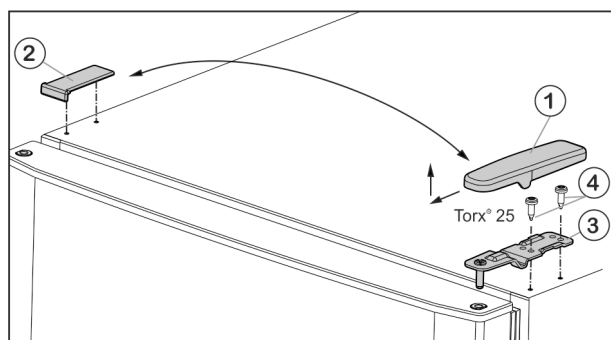

Fig. 5
- ▶ Потяните крышку Fig. 5 (1) вперед и вверх.
- ▶ Снимите крышку Fig. 5 (2).
- ▶ Открутите верхний опорный кронштейн Fig. 5 (3) (2 шт. Torx® 25) Fig. 5 (4) и вытяните вверх.
- ▶ Установите верхний опорный кронштейн Fig. 5 (3) на новой стороне шарнира и защелкните в дверце.
- ▶ Привинтите верхний опорный кронштейн (с моментом 4 Нм) (2 шт. Torx® 25) Fig. 5 (4). При необходимости используйте аккумуляторный шуруповерт.
- ▶ Наденьте и защелкните крышку Fig. 5 (1) на противоположной стороне снаружи.
- ▶ Также наденьте сверху и защелкните крышку Fig. 5 (2) на противоположной стороне.